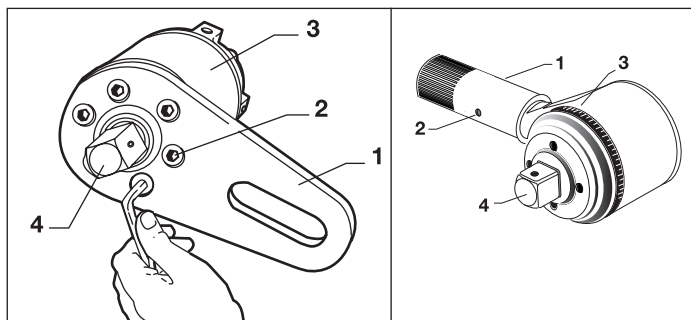

Fig. 1, Trocando o Disco de Reação
O cisalhamento controlado do Inserto de Encaixe Quadrado de Saída (Fig. 1 Item 4) protege os componentes internos, caso a capacidade máxima de saída seja ultrapassada. Este dispositivo de proteção contra sobrecarga causa a ruptura do inserto quando a saída excede entre 103% e 110% da capacidade nominal de saída. Um inserto de reposição é incluído nos multiplicadores de torque (E391, E392, E393, E492, E493, E494, E495). (Peça reposições adicionais ao seu Distribuidor Enerpac.)
3. Monte o soquete de encaixe quadrado fêmea de tamanho adequado sobre o inserto de encaixe quadrado de saída do multiplicador de torque (Fig. 1, Item 4). Posicione o soquete e o multiplicador de torque no prendedor a ser apertado.
1. Remova os parafusos (Fig. 1, Item 2) que fixam o disco de reação (Figura 1, Item 1) no multiplicador de torque, e remova o disco de reação do multiplicador de torque.
5. Fixe novamente o disco de reação no multiplicador de torque com os parafusos removidos previamente. (Fig. 1, Item 2).